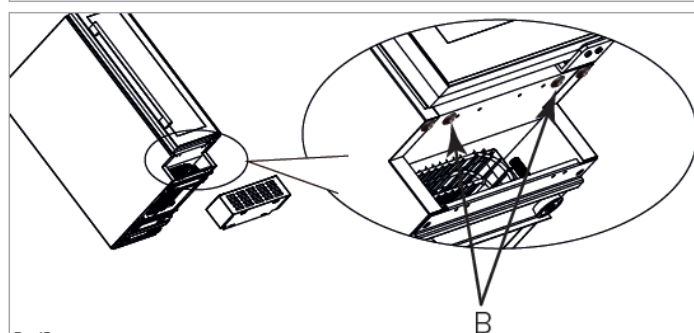

Fig. 15
5. Verwijder indien aanwezig de schroeven die zijn aangegeven met pijlen en gemarkeerd met 'B' in Fig. 15. Deze schroeven zijn niet nodig.